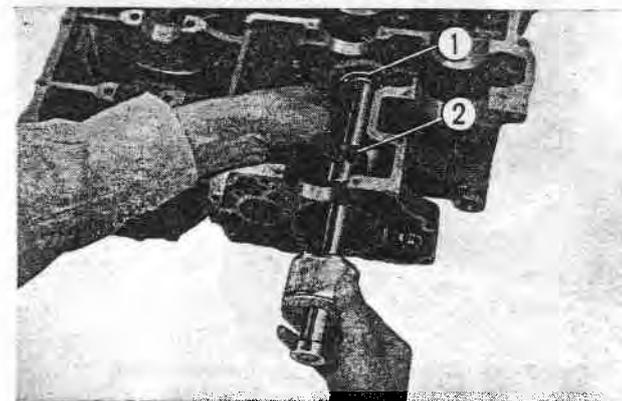

Fig. 5-8 ① Roulement d'arbre secondaire
10. Extraire du carter inférieur le roulement droit de l'arbre secondaire au moyen de l'outil spécial (numéro de référence 07048-30025). (Fig. 5-8)